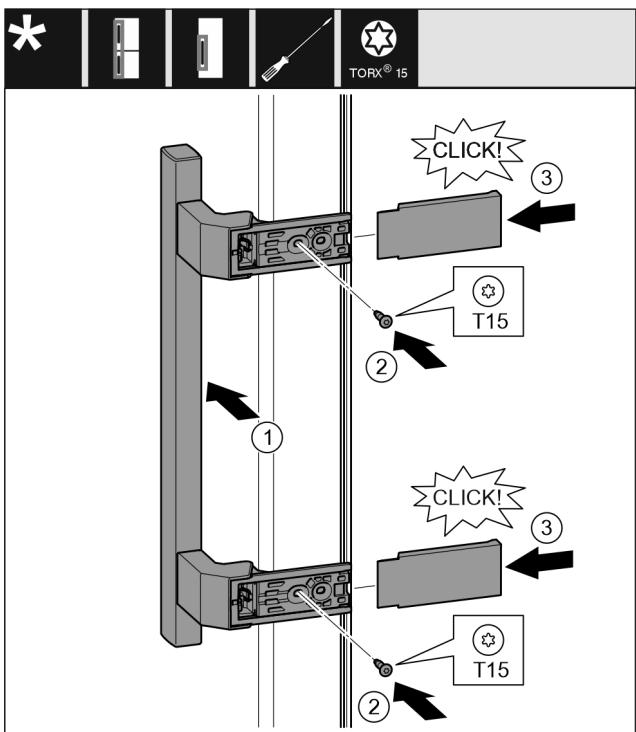

Fig. 19
- ▶ Postavite ručku na suprotnu stranu. Fig. 19 (1)
- ▶ Pritegnite vijke odvijačem T15. Fig. 19 (2)
- ▶ Postavite pokrove bočno i nataknite ih. Fig. 19 (3)